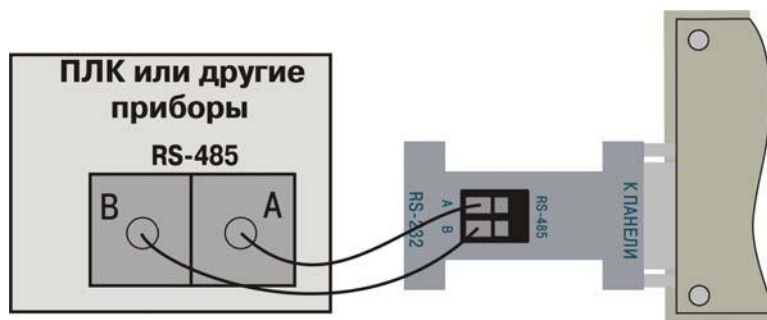

Рисунок 6.1 – Схема подключения интерфейса RS-485 для конфигурирования панели ИП320
2. Для связи с ПЛК по RS-485 – отсоединить нуль-модемный кабель. Подсоединить провода к контактам А и В на переходнике и на ПЛК (см. рисунок 6.1).